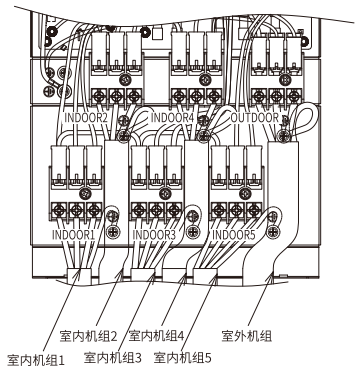

图42-3
- (2) 按照图42-3将对应的室内/外机连接电线从接线孔穿过。